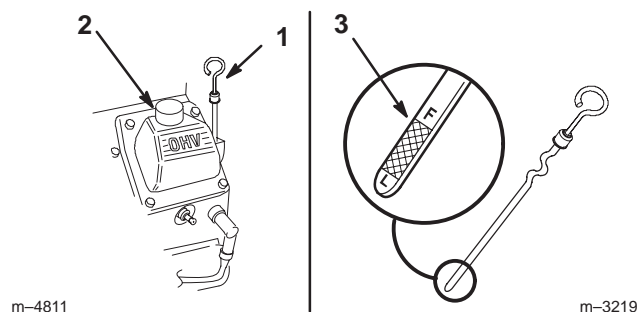

Figure 39
3. Nettoyez la surface autour de la jauge d'huile (Fig. 39) pour éviter que des impuretés ne s'introduisent dans le goulot de remplissage, ce qui risquerait d'endommager le moteur.
4. Sortez la jauge d'huile et essuyez soigneusement l'extrémité métallique (Fig. 39).
5. Enfoncez la jauge complètement dans le goulot de remplissage. Sortez de nouveau la jauge et examinez l'extrémité métallique (Fig. 39). Si le niveau est bas, versez lentement une quantité d'huile suffisante dans le goulot de remplissage pour amener le niveau au repère du plein (F).
5. Versez lentement environ 80 % de la quantité d'huile spécifiée dans le goulot de remplissage (Fig. 39) (voir Changement de l'huile moteur et du filtre, page 35).